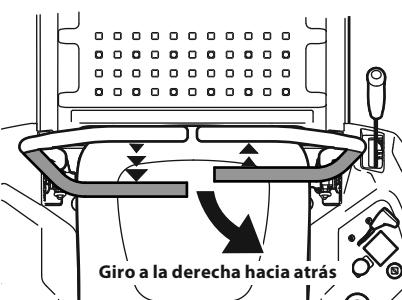

Figura 24
- Para girar a la derecha mientras se desplaza marcha atrás, mueva la palanca de control del lado derecho hacia adelante respecto de la palanca de control de la transmisión izquierda. Consulte la Figura 24.